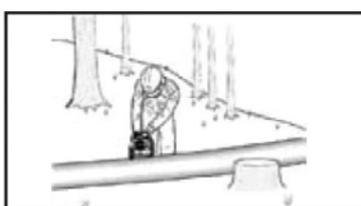

Fig. 4D
4. Quando si lavora su un terreno in pendenza, posizionarsi a monte del tronco come mostrato in Fig. 4D. Quando si taglia attraverso il legno rilasciare la pressione durante il taglio quando ci si avvicina alla fine del taglio ma senza rilassare la propria presa sulle impugnature della motosega. Non permettere alla catena di toccare il suolo. Una volta terminato il taglio, attendere che la motosega si sia arrestata completamente prima di rimuovere la lama dal materiale. Spegnerne sempre la motosega quando ci si sposta da un albero all'altro.